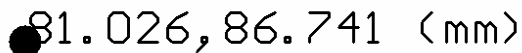

图 7.79 布置的坐标标注
(3) 在工作区单击需要布置坐标标注的点，即可在该点布置坐标标注。
(4) 重复步骤(3)，在其他的点上布置坐标标注，所有标注布置结束后，单击鼠标右键或者单击“Esc”键，结束坐标标注的布置。布置的坐标标注如图 7.79 所示。